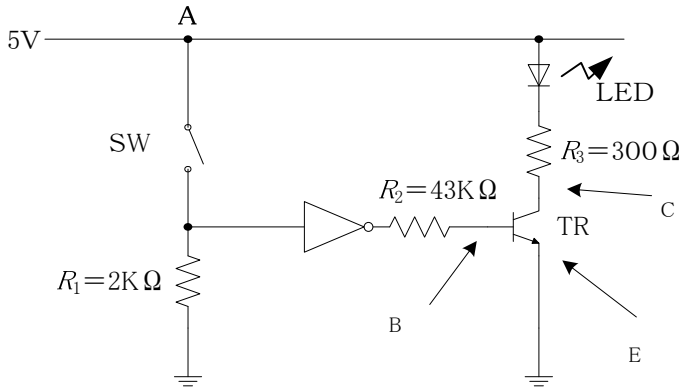

図5-3 否定(NOT)の回路図
- (1) 図5-3のように配線する。
(2) 動作を確認して、結果を表5-3の真理値表に記録する。